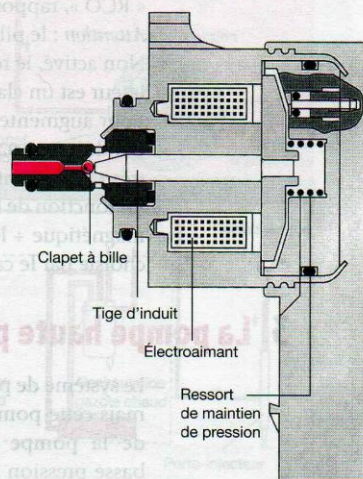

Figure 83.2. Régulateur de pression de Rail Bosch (Doc. Bosch)
- le régulateur de haute pression (F), piloté par le calculateur d'injection, qui gère la pression dans le rail accumulateur (fig. 83.2).
Le régulateur de pression de rail (fig. 83.2 et 83.3) assure le réglage et la régularité de la haute pression dans le rail accumulateur, en fonction de l'état de fonctionnement du moteur (il est placé soit accolé à la pompe, soit sur le rail).
Attention : le pilotage est effectué par le « + », ou par le « - », selon les montages ! Non activé, le ressort (fig. 83.2) maintient une pression d'environ 100 bar, le régulateur est un clapet simple.
Pour augmenter la pression de rail, le calculateur active l'électro-aimant, la tige d'induit (fig. 83.2) vient appuyer sur la bille du clapet (fig. 83.2), la pression monte très rapidement dans le rail.